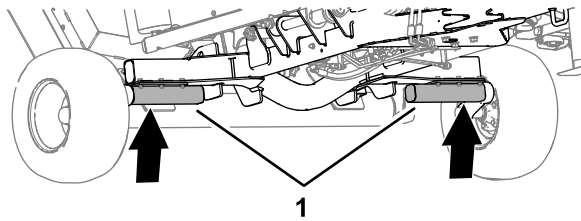

Figure 39
1. Soulevez la tondeuse au niveau des demi-essieux, comme illustré à la Figure 39.